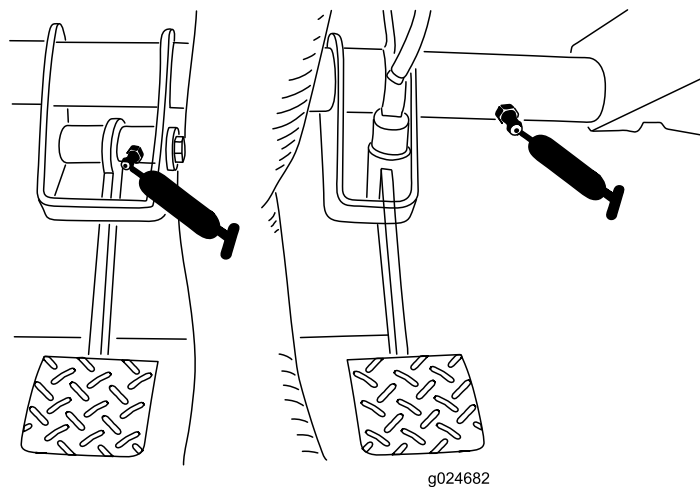

Figura 30
- Embrague (1); consulte Figura 30
- Freno (1); consulte Figura 30